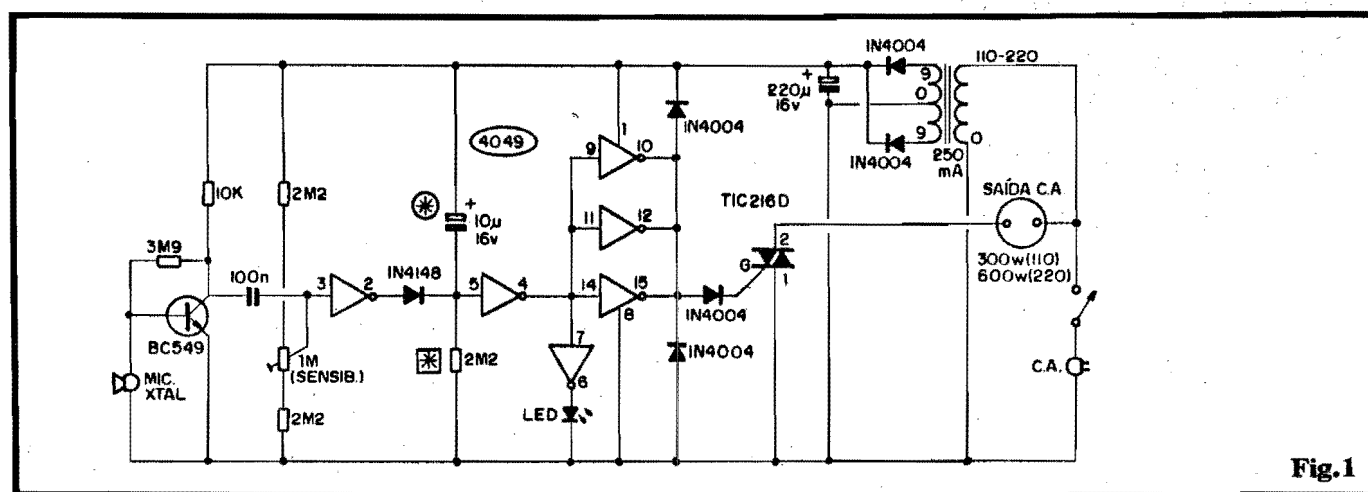

Fig.1
- FIG. 1 - O CIRCUITO - O diagrama mostra o “esquema” do circuito, que é bastante “descomplicado”: sua energia, necessária ao “plantão”, é fornecida pela rede C.A. local (110 ou 220V), através de uma fonte interna convencional, a transformador, dotada de dois diodos 1N4004, retificadores, e eletrolítico de filtro (220u). Como o arranjo é suficientemente insensível a interferências via rede, grandes desacoplamentos ou filtragens não se mostraram necessários, simplificando o projeto da fonte aos seus aspectos mais elementares... A baixa Tensão C.C. vinda da dita fonte, energiza todo o circuito, menos a sua Saída de Potência, cuja alimentação é “puxada” diretamente da tomada C.A., de modo a suprir a(s) carga(s) acoplada(s) da devida Tensão e Corrente... O sensor acústico da MAU é uma cápsula de microfone de cristal, componente de baixo custo e boa sensibilidade (já que não é requerida “fidelidade”, nesse tipo de aplicação...). Os sinais (voz, choro de criança, ou qualquer “barulho” próximo...) captados pelo dito microfone são por ele transformados em tênues impulsos elétricos, aplicados então - para amplificação inicial - a um transistor BC549 (polarizado automaticamente em base por resistor de 3M9, e tendo como carga de coletor um resistor de 10K...). Os pulsos, já amplificados, presentes no coletor do transistor, são encaminhados (via capacitor de 100n) ao pino de en-